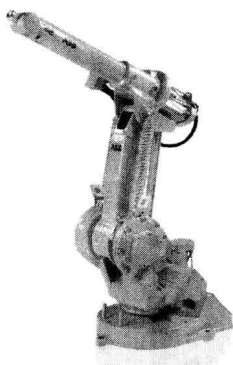

图 1-7
3. IRB 1410 (领域: 弧焊、装配、上胶/密封、机械管理、物料搬运) (图 1-7)